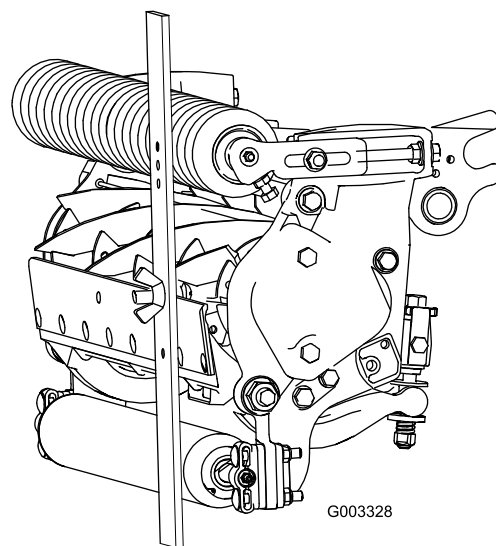

Рисунок 20
3. Зацепите головку винта за режущую кромку неподвижного ножа и расположите задний конец планки на заднем валике (Рисунок 20).
4. Поворачивайте регулировочный винт до тех пор, пока передний валик не коснется измерительной планки (Рисунок 20). Регулируйте оба конца валика до тех пор, пока весь валик не станет параллелен неподвижному ножу.